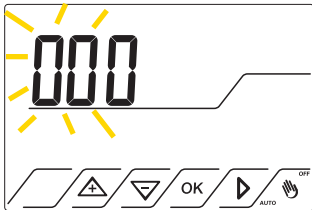

Fig.31
9.3 Dopo 3 secondi lampeggia la prima cifra di sinistra quindi premere i tasti  o  per impostarla. Fig.31